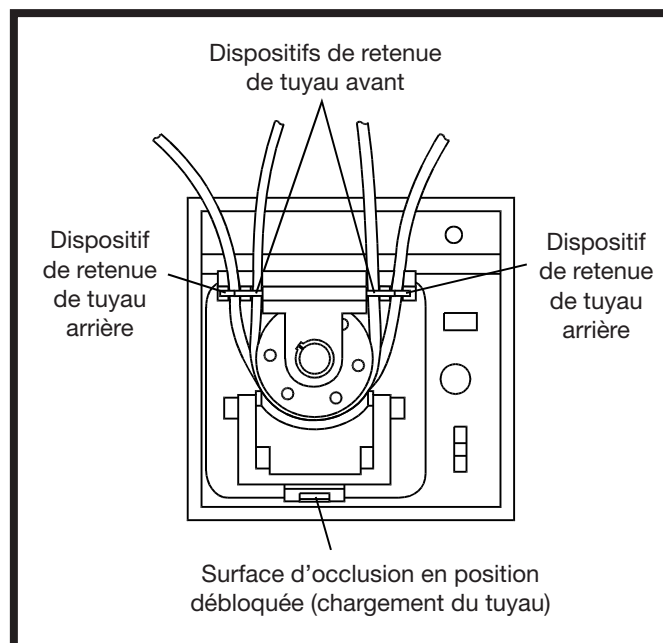

Figure 4. Surface d'occlusion en position débloquée de chargement du tuyau
2. Appuyer sur le dispositif de blocage de la surface d'occlusion (figure 4) pour dégager celle-ci du rotor.